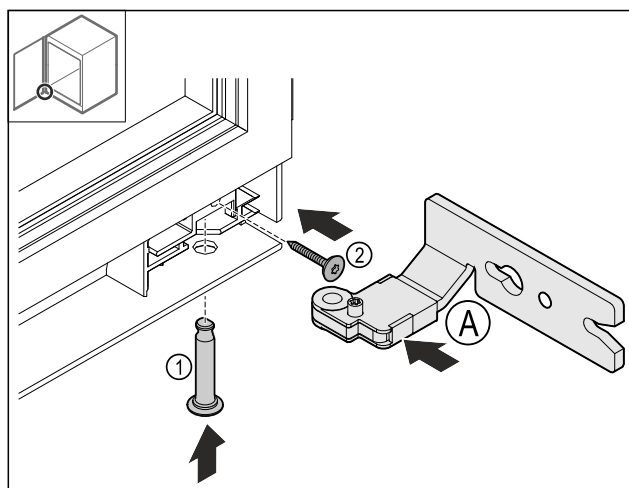

Fig. 23
- Az alsó zsanért Fig. 23 (A) helyezze be.
- Dugja be a csapot Fig. 23 (1) és tartsa szorosan.
- A csavart Fig. 23 (2) húzza meg szorosan.